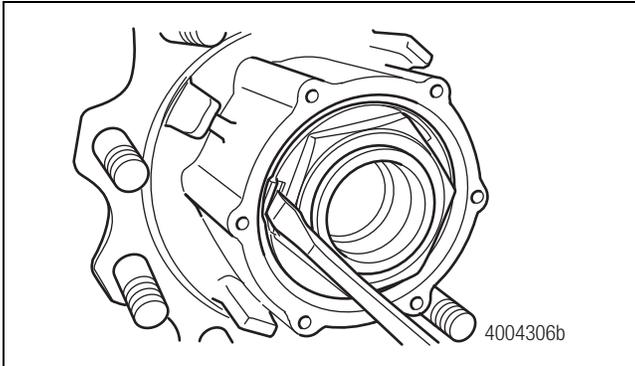

Figura 4.11
- Use un destornillador para liberar las trabas de la brida de la arandela de trabas. Figura 4.11.